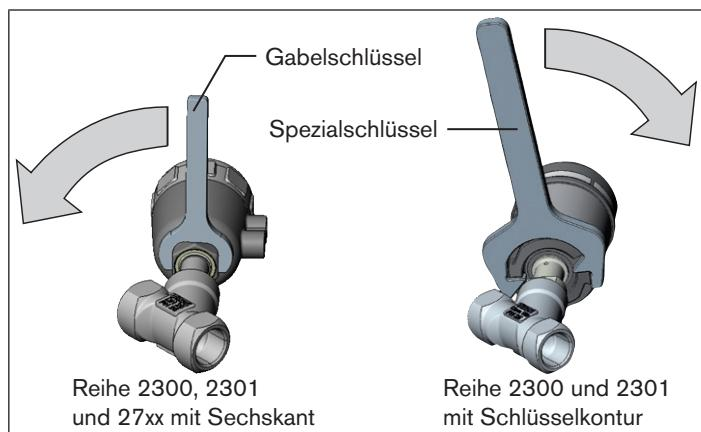

Bild 18: Drehen mit Spezialschlüssel / Gabelschlüssel
- Antriebsmodul nur im vorgegebenen Richtungssinn drehen (Reihe 2300 und 2301 oder 27xx, siehe „Bild 18“).